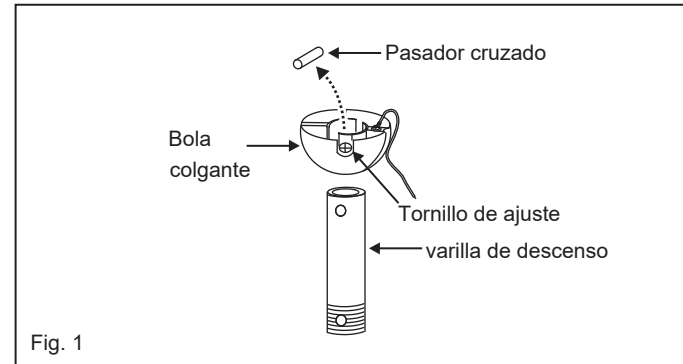

Fig. 1
1. Inserte el receptor en el soporte de montaje en techo con el lado plano del receptor mirando hacia el techo. (Fig. 1) Para un mejor rendimiento, asegúrese de que la antena negra y la antena WIFI, en el extremo del receptor, permanezcan extendidas y no enredadas con ninguno de los cables eléctricos.